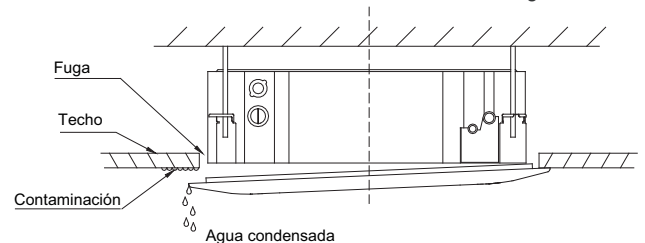

Fig. 1-12
- El mal funcionamiento que se describe en la Fig. 1-12 puede causarse por una inapropiada estanqueidad.